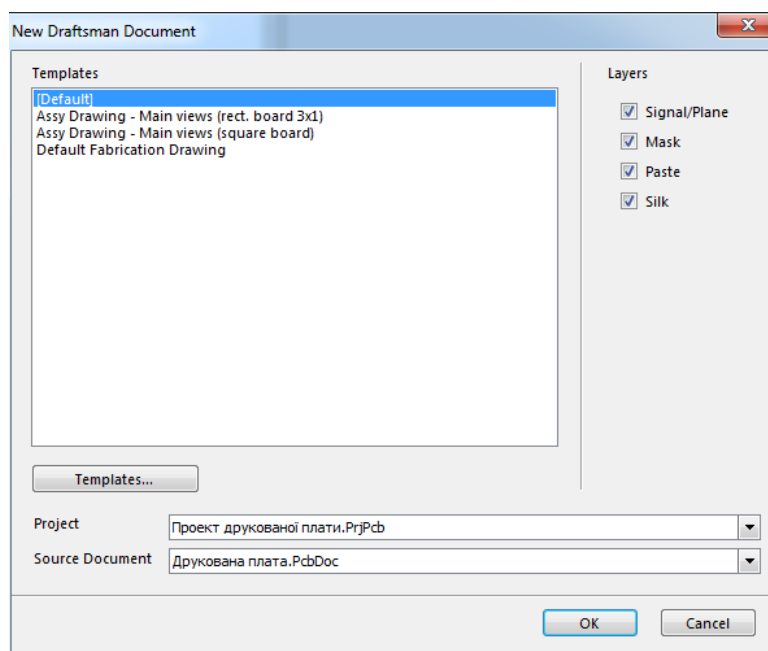

Рис. 6.1
2) У вікні що відкрилося (Рис. 6.1), у полі **Templates**, оберіть шаблон **[Default]**. Встановіть відмітки навпроти всіх шарів, у списку **Layers**.